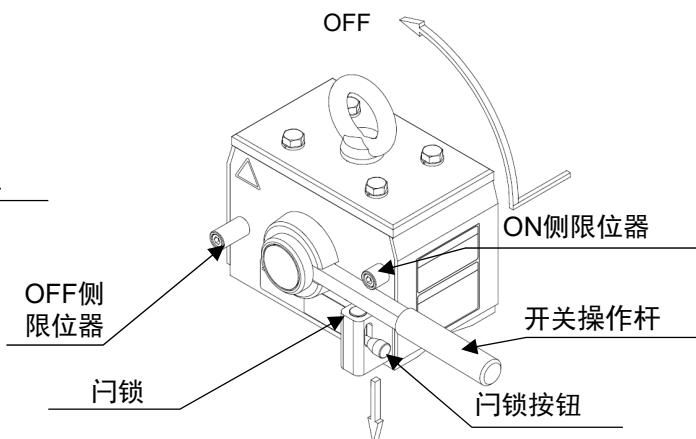

图10-4 KRD30、KRD50、KRD80、KRD100、KRD160
- KRD30、KRD50、KRD80、KRD100、KRD160···手指勾住门锁按钮，放下门锁，同时将开关操作杆拉向身边。图10-4